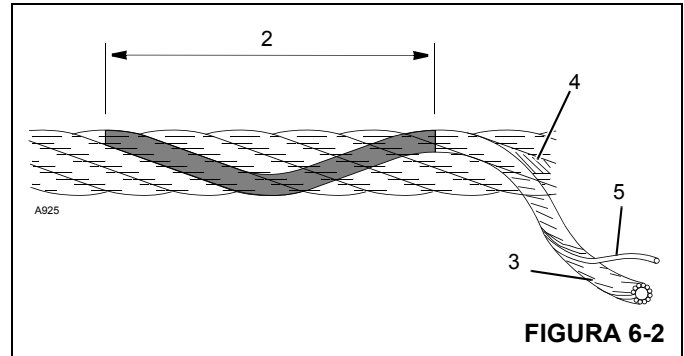

FIGURA 6-2
- Al buscar alambres rotos (5) Figura 6-2, alívie el cable, muévelo hacia afuera de los “puntos de recogida” y dóblelo lo más que se pueda. Utilice un punzón afilado para separar los alambres y trenzas (3), levantando todos los alambres que parezcan estar sueltos o que se muevan excesivamente. Los defectos del cable hacen referencia a la “longitud de sesgo” (2), que es la distancia medida a lo largo del cable en donde una trenza (3) logra una revolución completa alrededor del núcleo (4).